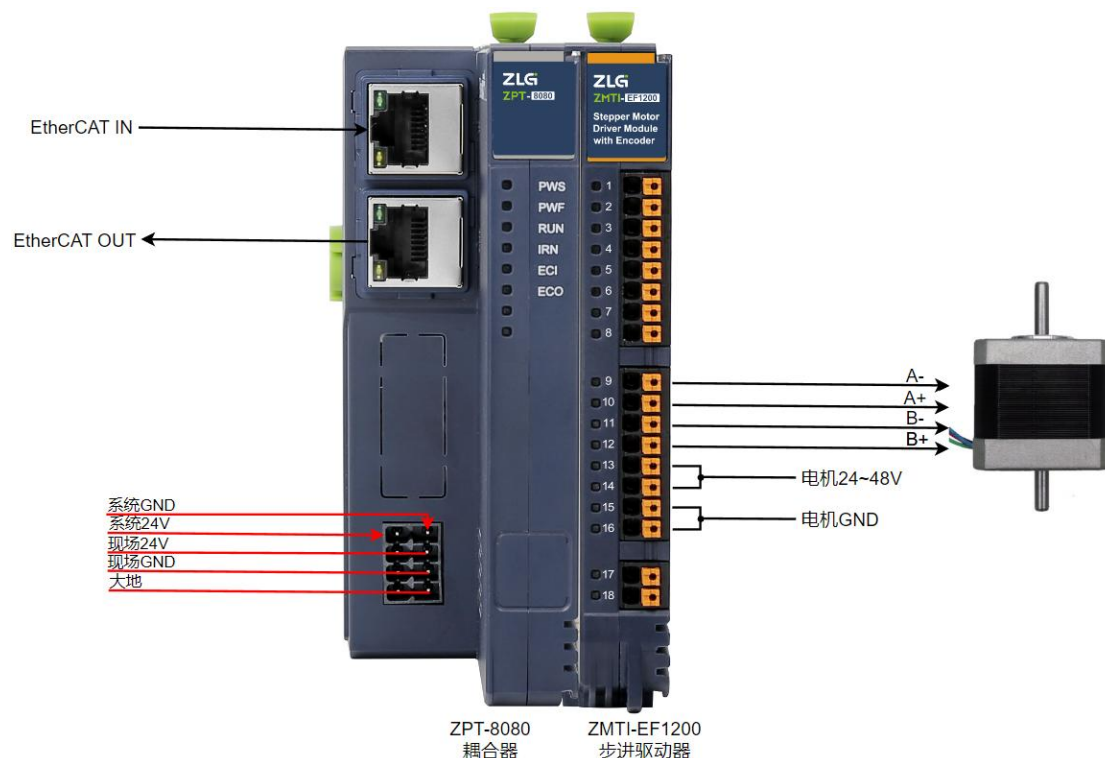

图 5.1 最简设备接线图
- 3、分别接上 ZPT-8080 耦合器系统、现场两路独立的 24V 电源。如下图 5.1 所示。